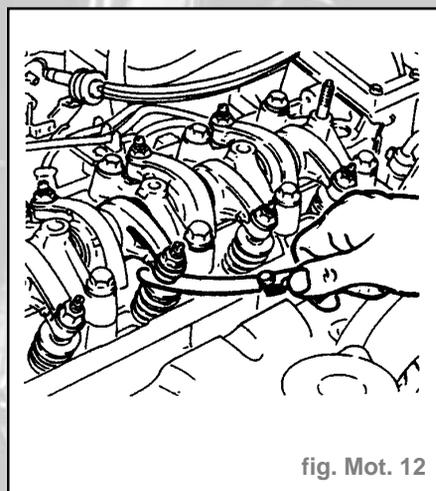

fig. Mot. 12
- Contrôler avec une jauge d'épaisseur le jeu entre culbuteur et soupape (fig. Mot. 12).